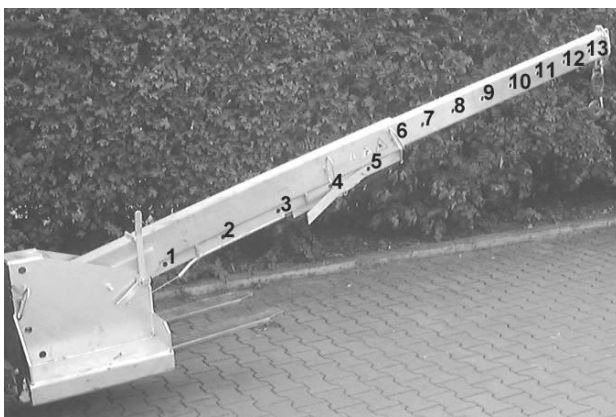

Abbildung 5.6 Kranarm höhenverstellbar mit einem Ausschub
- Den Kranhaken mit Schäkel [B8] umstecken auf die gewünschte Position 1 bis 5 [Abb. 5.6] und den Bolzen [A8] wieder einschrauben und fest anziehen.